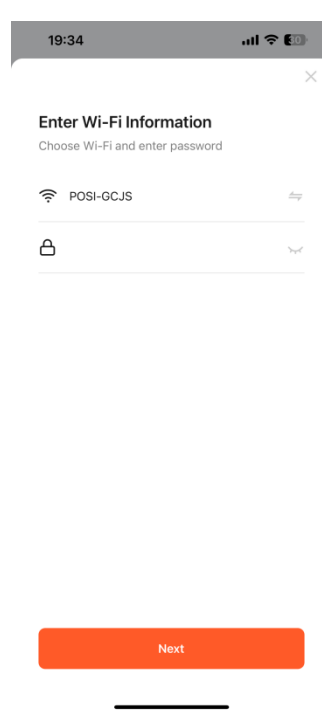
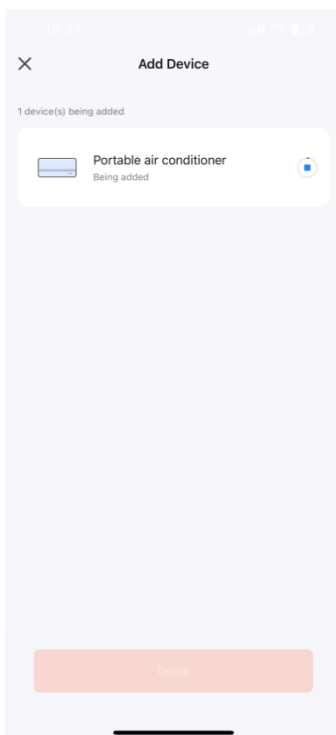

Abb.6
Abb.7
3.7. Sie werden aufgefordert, ein 2,4-GHz-WLAN-Netzwerk zu verwenden und ein Passwort einzugeben. (Abb.6) Tippen Sie auf „Weiter“, um zu Abb.7 zu gelangen